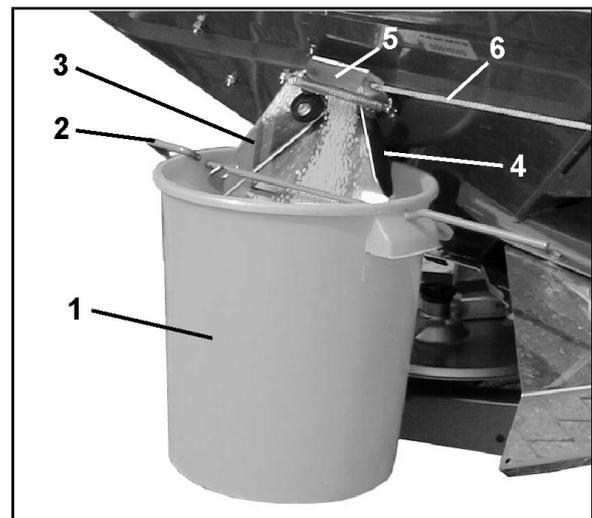

Fig. 52
1. Auffangbehälter (Fig. 52/1) mittels Bügel (Fig. 52/2) an der Auslaufrutsche (Fig. 52/3) einhängen. Auffangbehälter in Klemmvorrichtung (Fig. 52/4 u. Fig. 51/1) einrasten.
2. Seitenschieber (Fig. 52/5) von Auslaufrutsche ca. 5 sec. mittels Seil (Fig. 52/6) vollständig öffnen (um gleichmäßigen Düngerefluss zu gewährleisten). Hiernach die aufgefangene Düngermenge in den Streuer zurückschütten.